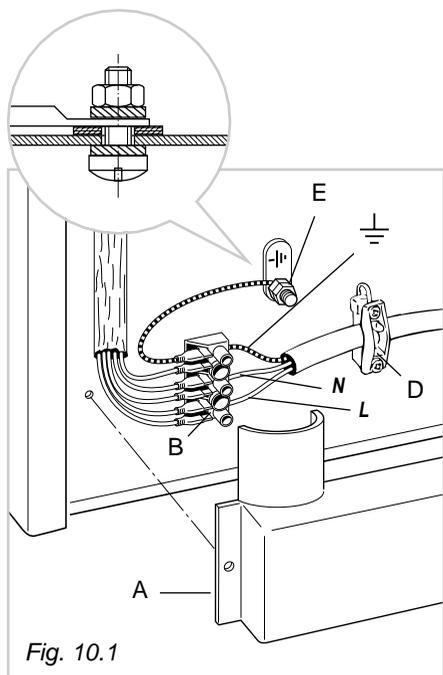

Fig. 10.1
- Svitare le viti di fissaggio della protezione **A** dietro la cucina (Fig. 10.1).